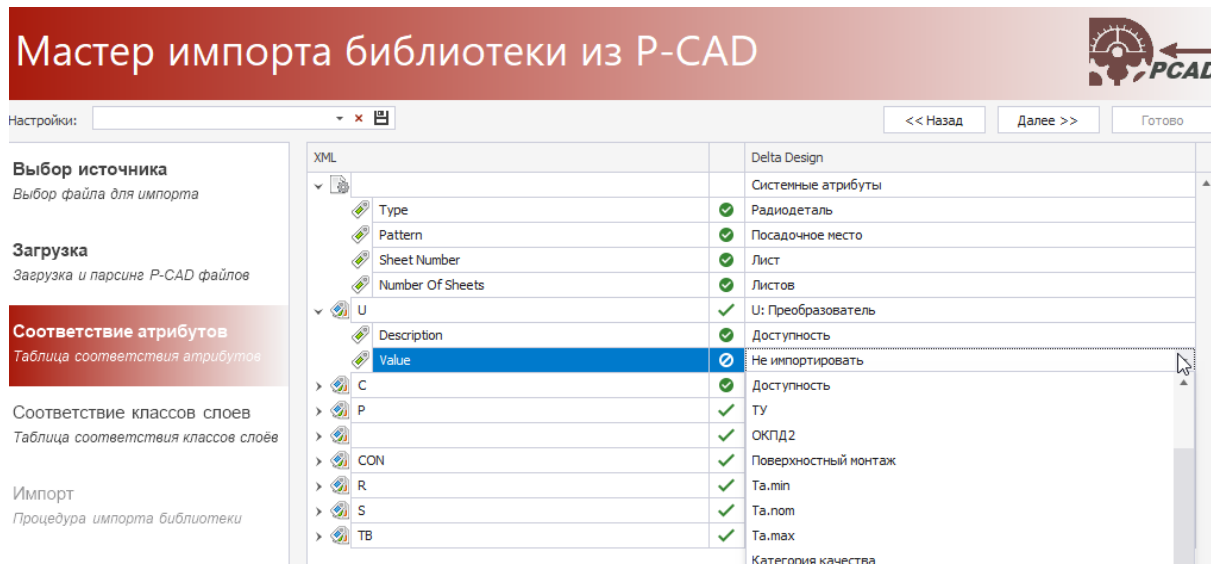

Рис. 9 Соответствие атрибутов
6. Выполните сопоставление и назначьте компонентам системные атрибуты, Рис. 9. Нажмите «Далее».